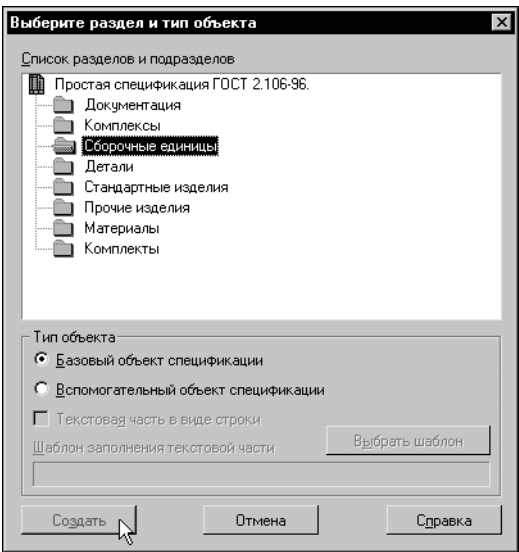

Рис. 57.16. Добавление объекта в раздел Сборочные единицы
7. Введите в чертеж информацию о сборочной единице *Ролик* (рис. 57.16, 57.17). В диалоге **Выберите раздел и тип объекта** активизируйте раздел *Сборочные единицы* (рис. 57.16).